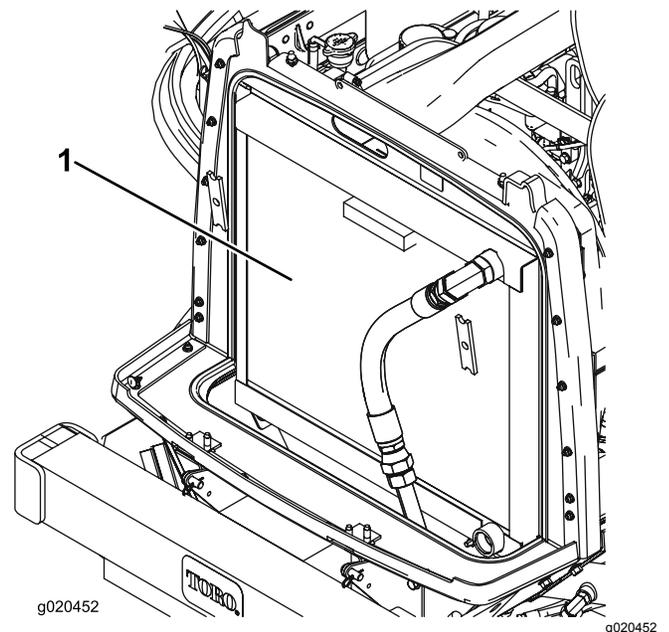

Bild 74
3. Reinigen Sie beide Seiten des Kühlers bzw. Ölkühlers gründlich mit Druckluft (Bild 74).